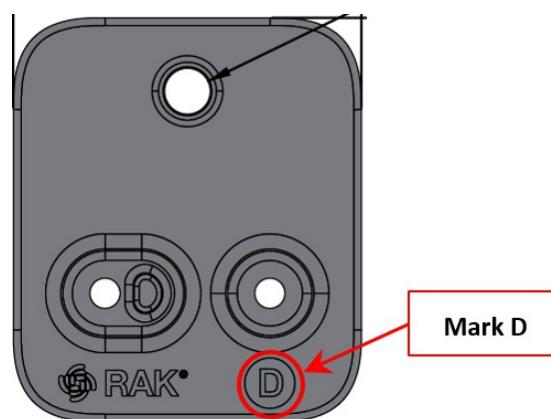

Abbildung 16: Mit dem Buchstaben D gekennzeichnetes Befestigungszubehör
1. Verwenden Sie für die Wandmontage zwei (2) Befestigungszubehörteile mit der Kennzeichnung „D“, wie in **Abbildung 16**